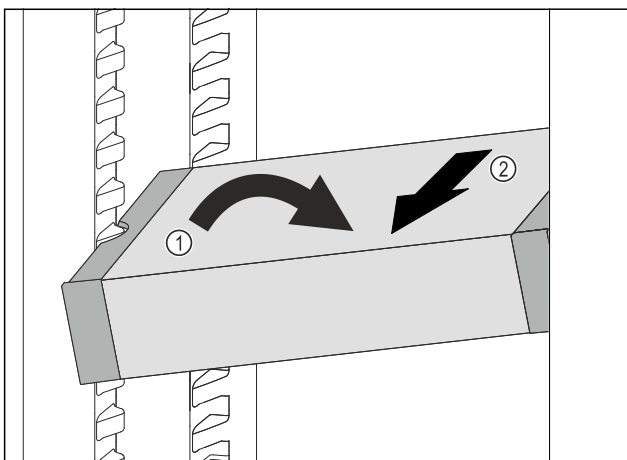

Fig. 64
- Incliner le VarioSafe dans la partie réfrigérateur. Fig. 64 (1)
- Sortir le tiroir VarioSafe par l'avant. Fig. 64 (2)